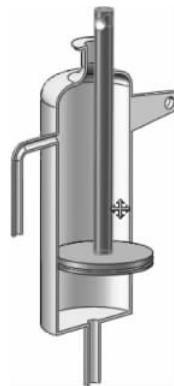

图 3-10 移动零部件
(2) 为了便于进行配合约束,移动活塞到接近缸体中间的位置,单击【装配体】工具栏中的 $\square$ 【移动零部件】下拉按钮 $\square$ ,选择【移动零部件】 $\square$ 或【旋转零部件】 $\square$ 命令,此时鼠标指针变为图标 $\oplus$ 或 $\circlearrowright$ ,移动活塞到如图 3-10 所示的位置,单击【确定】按钮 $\checkmark$ 。